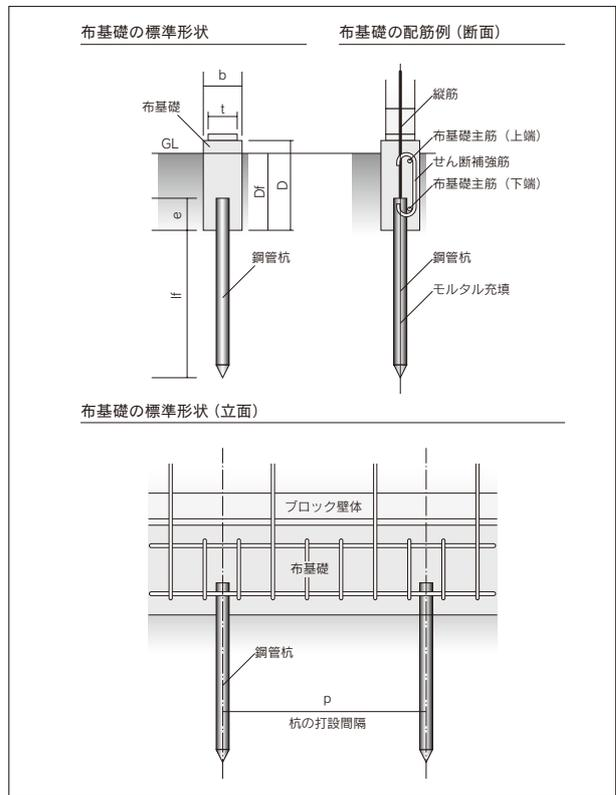

図3 鋼管杭基礎の標準形状および配筋
- ①杭に使用する鋼管はJIS A 8951(鋼管足場)に規定される単管足場用鋼管で外径が48.6mm、厚さ2.5mmで亜鉛メッキされているもの、およびそれと同等以上のものとする。
- ②布基礎は鉄筋コンクリート造とし、その形状および杭の配置は下記、表5、表6ならびに図3による。
- ③杭の打設に際し、杭先端にパイプ用キャップを取り付け、鋼管内に土が入らないようにする。
- ④鋼管の内部にはモルタルを充填する。充填モルタルの調合はセメント/砂容積比が1/2程度で、流動性に富むものとする。
- ⑤打設に先立ち、試験杭で貫入抵抗を確認し必要長さを決定する。